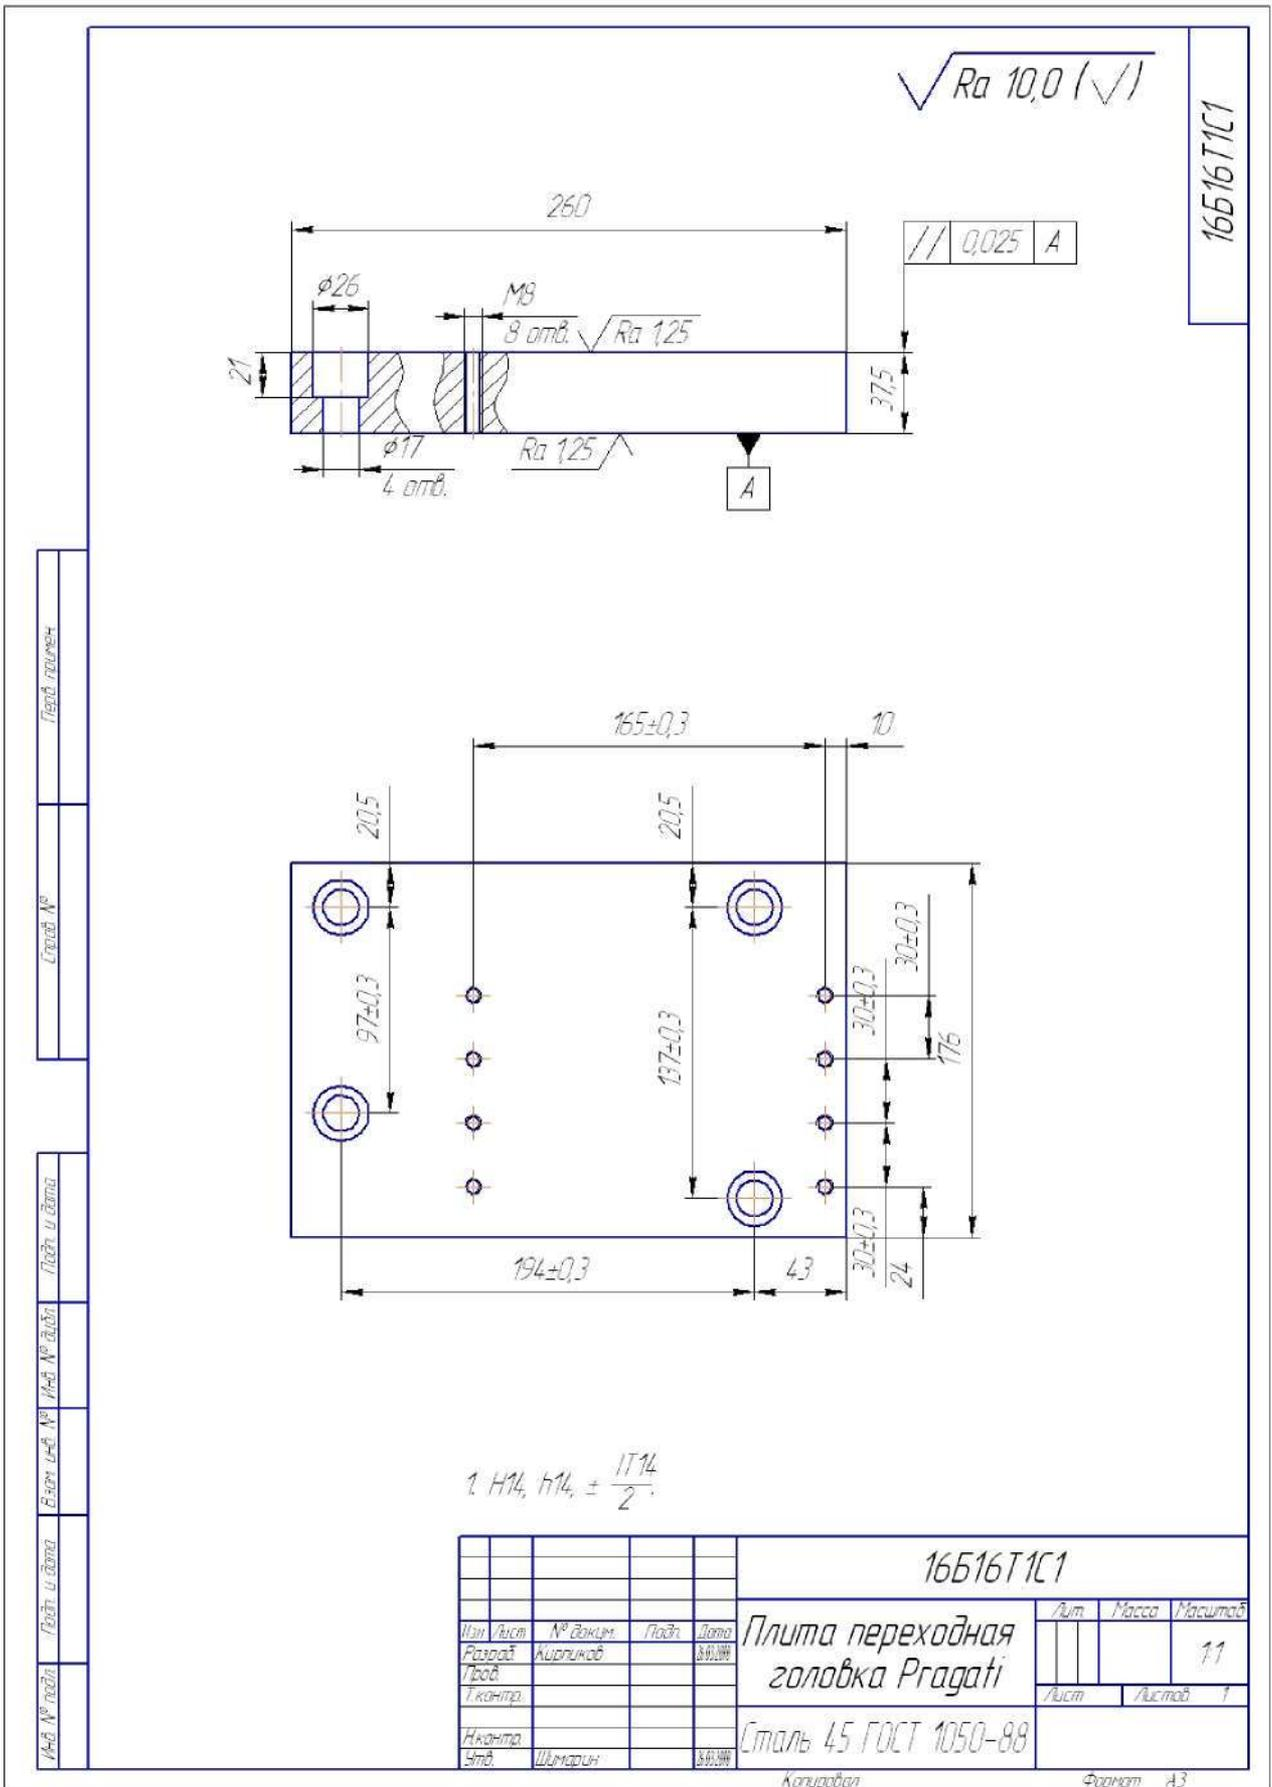

Рис.11
- 3.10. Рассчитать толщину плиты в соответствии с разделом 1 данного руководства. Примерная толщина плиты 36÷38 мм. Установить головку и плиту (рис. 11 Приложение 1.) на суппорт станка по установочной плоскости.